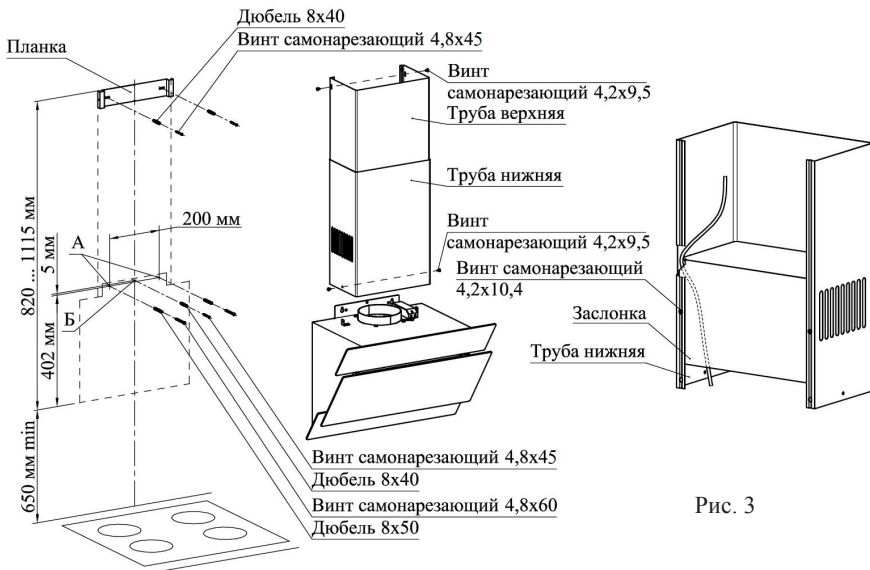

Рис. 3
ВНИМАНИЕ! МИНИМАЛЬНОЕ РАССТОЯНИЕ МЕЖДУ ПЛОСКОСТЬЮ УСТАНОВКИ ПОСУДЫ НА ПЛИТУ (НАГРЕВАТЕЛЬНОЙ ПОВЕРХНОСТЬЮ) И ВОЗДУХООЧИСТИТЕЛЕМ ДОЛЖНО БЫТЬ 65 см. ВОЗДУХООЧИСТИТЕЛЬ КРЕПИТЬ НА РОВНУЮ ПОВЕРХНОСТЬ (рис. 3).
- 6.3 С учетом установочной высоты и центральной линии разметьте на стене отверстия (А и Б) (рис. 3).
- 6.4 Просверлите отверстия диаметром 8 мм: А на глубину 70 мм, Б на глубину 50 мм (рис. 3).
- 6.5 В отверстия вставьте дюбели согласно рис. 3 и по отверстиям А заверните не до упора два винта самонарезающих 4,8x60, на которые навесьте воздухоочиститель.